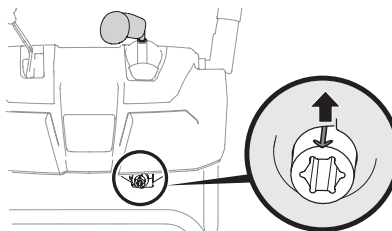

Figura 2-27
5. Gire la palanca de control hasta la posición de la 1 en punto de manera que la flecha indicadora plateada del engranaje del piñón que está debajo del tablero de control quede orientada hacia arriba. Consulte Figura 2-27.